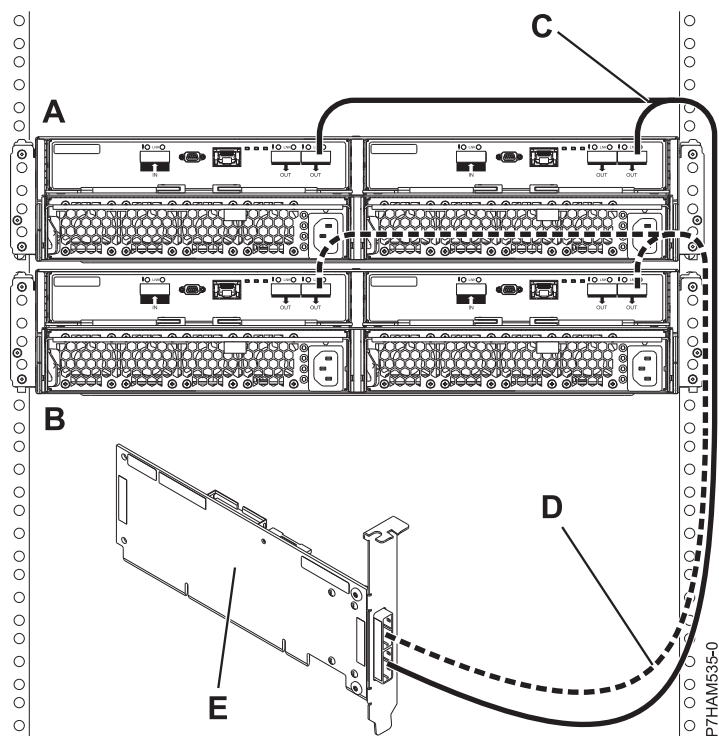

図 37. 単一 SAS アダプターへの YO ケーブルを使用した、2 台の 5887 ディスク・ドライブ・エンクロージャー のモード 1 接続
13. 単一 SAS アダプター (E) への YO ケーブル (C および D) を使用した、2 台の 5887 ディスク・ドライブ・エンクロージャー (A および B) のモード 1 接続を行います。40 ページの図 37 を参照してください。